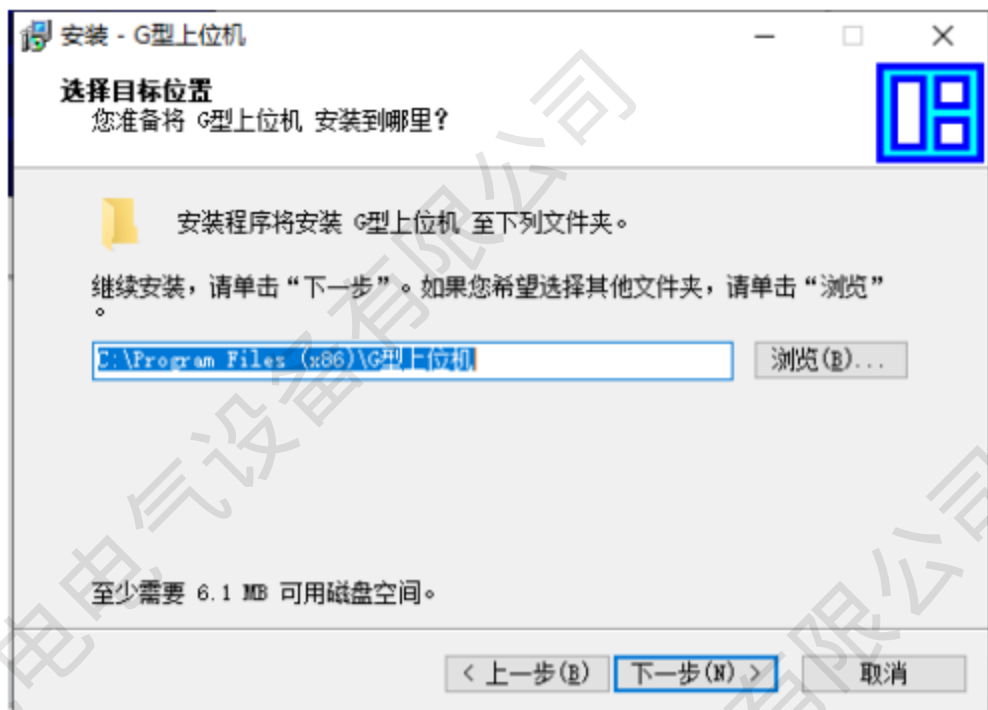

图 1-2
- 3、在弹出的安装分析软件选择目标位置这里，点击"浏览"可任意选择储存文件夹（"c 盘"/"d 盘"均可），选择完毕后点击"下一步"，继续进行一步操作；如图 1-2；